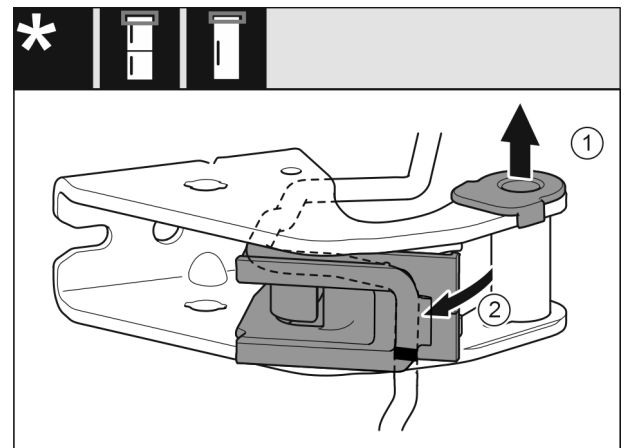

Fig. 17
- ▶ Izvelciet gultņa ieliktni no vadotnes. Fig. 17 (1)
- ▶ Atvirziet kabeļa stiprinājumu. Fig. 17 (2)